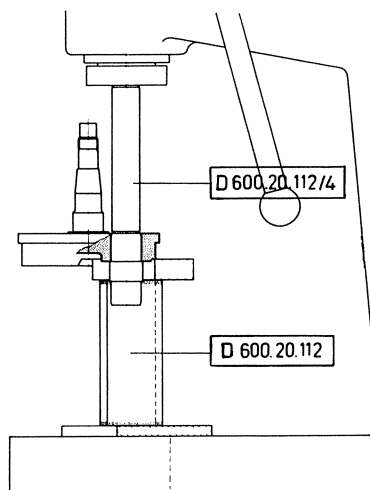

Fig. 44
- Nach Demontage der Pleuelstange in gleicher Weise den Kurbelzapfen aus der linken Kurbelwellenwange her austreiben (Fig. 44)
- Après avoir démonté la bielle, extraire de la même manière le maneton du vilebrequin côté embrayage (fig. 44)